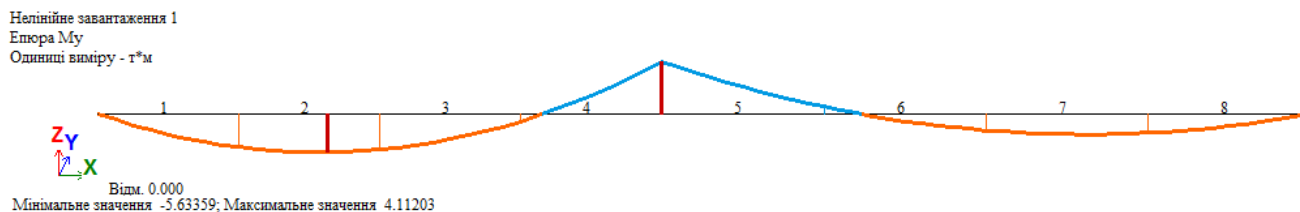

Рис. 7.26. Епюри згинальних моментів My
- Виведіть на екран епюру **My** (рис. 7.26) натиснувши на кнопку  – **Епюри My** (панель **Зусилля у стержнях** на вкладці **Аналіз**).